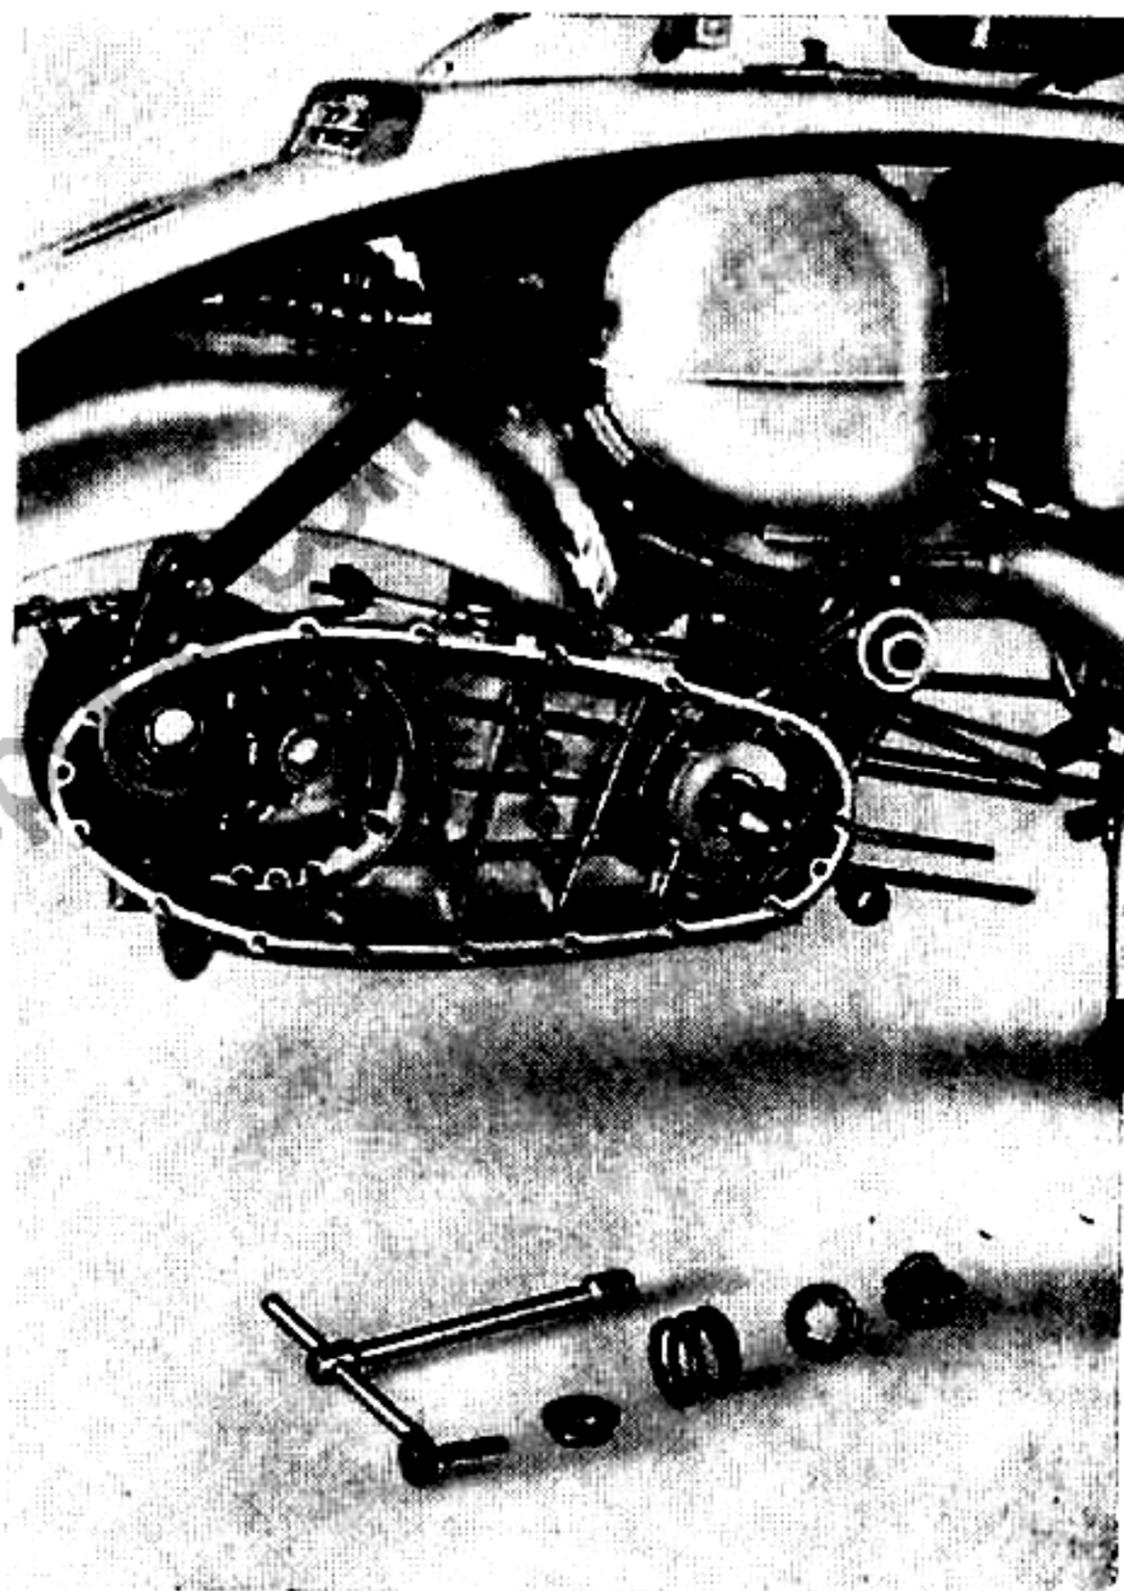

Fig. 19
- 33 Smontare il pignone, bloccare l'albero con l'attrezzo 49221 infilato sulla biella, svitare il bullone di fissaggio (chiave da 14), sfilare la rondella, la molla, l'innesto scorrevole ed il pignone. Quindi estrarre il manicotto con l'estrattore (attrezzo n. 60051) (fig. 19).